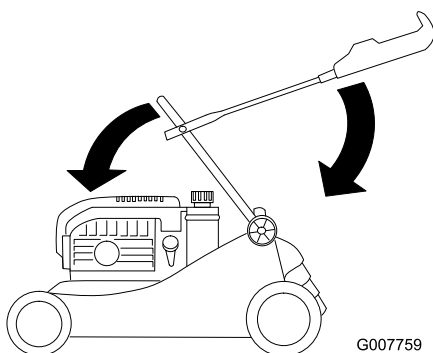

Figure 34
3. Faites pivoter la partie inférieure du guidon vers l'avant avec précaution jusqu'à ce qu'elle soit appuyée sur le moteur (Figure 34).
4. Rabattez la partie supérieure du guidon en arrière avec précaution jusqu'à ce qu'elle soit bien à plat (Figure 34).